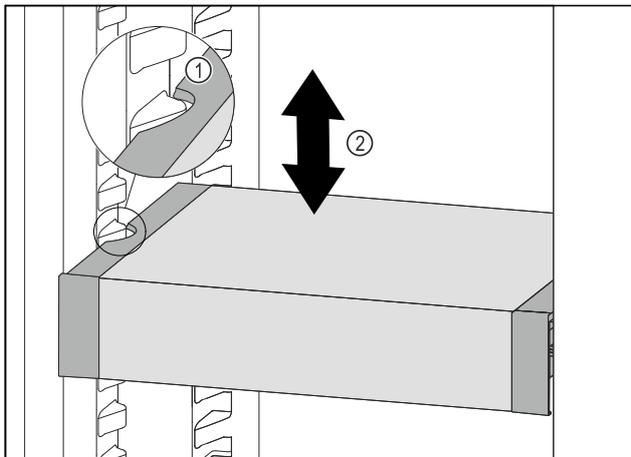

Fig. 113
- Trageți în față VarioSafe, până când degajările laterale ale VarioSafe se află la înălțimea nervurii recipientului din frigider. Fig. 113 (1)
- Mișcați în sus sau în jos VarioSafe în frigider, până când este atinsă înălțimea dorită. Fig. 113 (2)